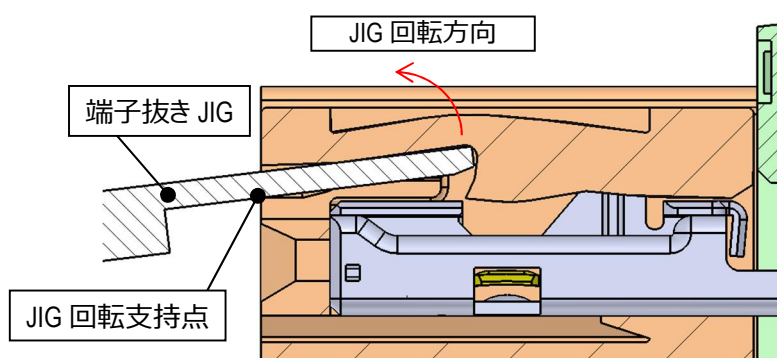

図 34. 端子抜き JIG 使用イメージ
- ③図 34 のように端子抜き JIG 先端が樹脂ランス先端に突き当たったら引き抜き JIG を図 35 の方向に天井に当たるまで軽く回転させ、樹脂ランスを持ち上げます。その状態を維持したまま、端子の電線を水平に引張して下さい。
- ④端子引き抜き途中で、抜きにくさを感じた場合、無理に引き抜こうとせず、引き抜き JIG の挿入位置・深さは適切か等確認の上、再度最初から作業を実施して下さい。